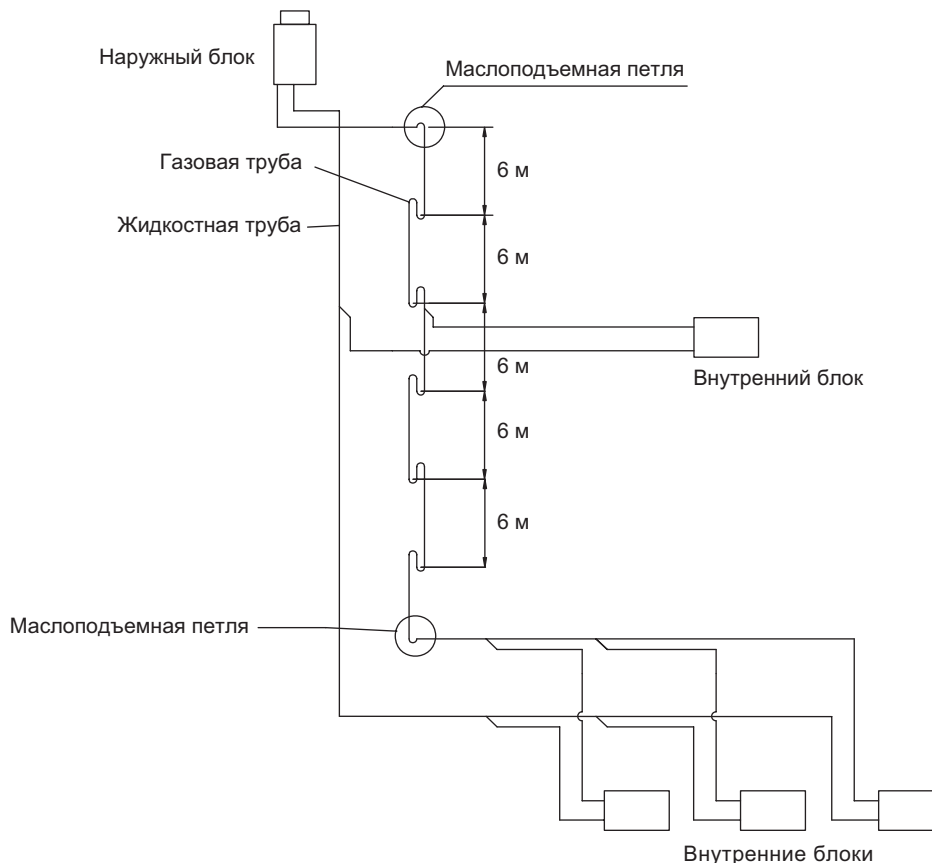

Рис. 6.9
6.3.10 При установке наружного блока выше внутренних необходимо через каждые 6 м по высоте на газовой магистрали устанавливать маслоподъемные петли см рис. 6.9.